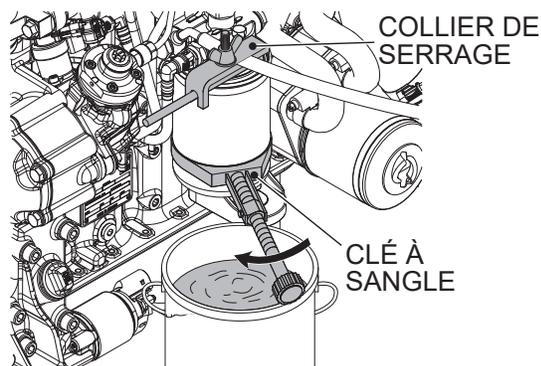

Figure 41. Filtre fin de carburant
1. Bloquez la conduite d'alimentation en carburant à l'aide d'un collier de serrage (Figure 41).